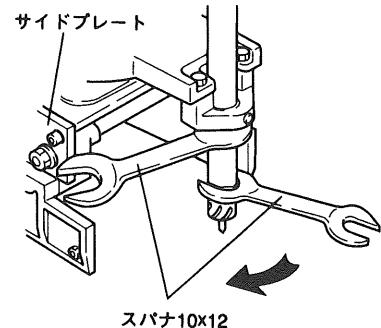

図 12
- (a), (b) 項は 5-2(2) 項と同様です。
- (d)アーバ中間二面取り部にスパナ 10x12 を差し込んで、サイドプレートに当るまで、アーバを矢印方向に回し、スパナを押し付け固定します。次にアーバ先端六角部にスパナを差し込んで同じく矢印方向へ回し、アーバ先端をアーバより取りはずし、パイロットピンを引き抜きます。(図 12)